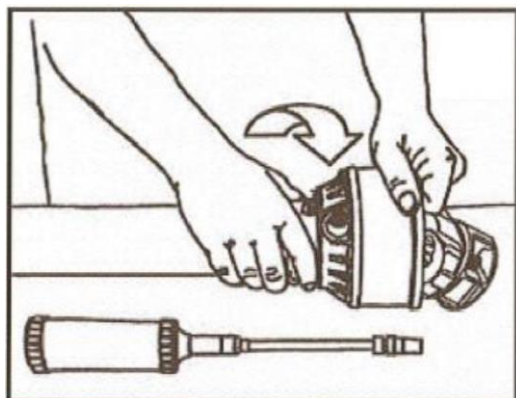

Рис. 57. Приводной вал с защитной трубой
- Поверните защитную воронку до тех пор, пока не появится доступ к отверстию для технического обслуживания (Рис. 57).